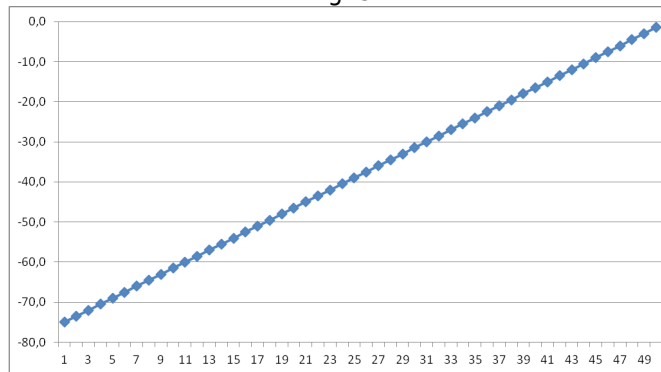

fig. 4
4. Volume Scale #4 – This setting is a linear-in-dB scale (fig. 4)
4. Curva #4 – Questa è una curva lineare -in-dB (fig. 4)